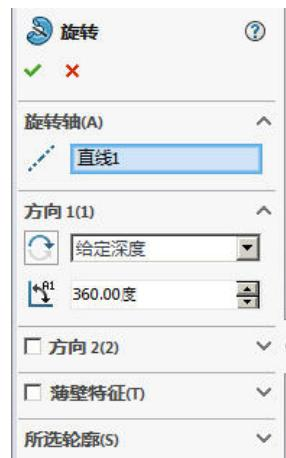

图 5.6.4 “旋转”对话框（二）
(3) 完成草图绘制后，选择下拉菜单 **插入(I)** → **退出草图** 命令，退出草图绘制环境，系统弹出如图 5.6.4 所示的“旋转”对话框（二）。
(1) 定义旋转方向。在如图 5.6.4 所示的“旋转”对话框 (二) 的**方向 1(1)** 区域的下拉列表中选择**给定深度** 选项，采用系统默认的旋转方向。
(2) 定义旋转角度。在**方向 1(1)** 区域的文本框中输入数值 360.0。